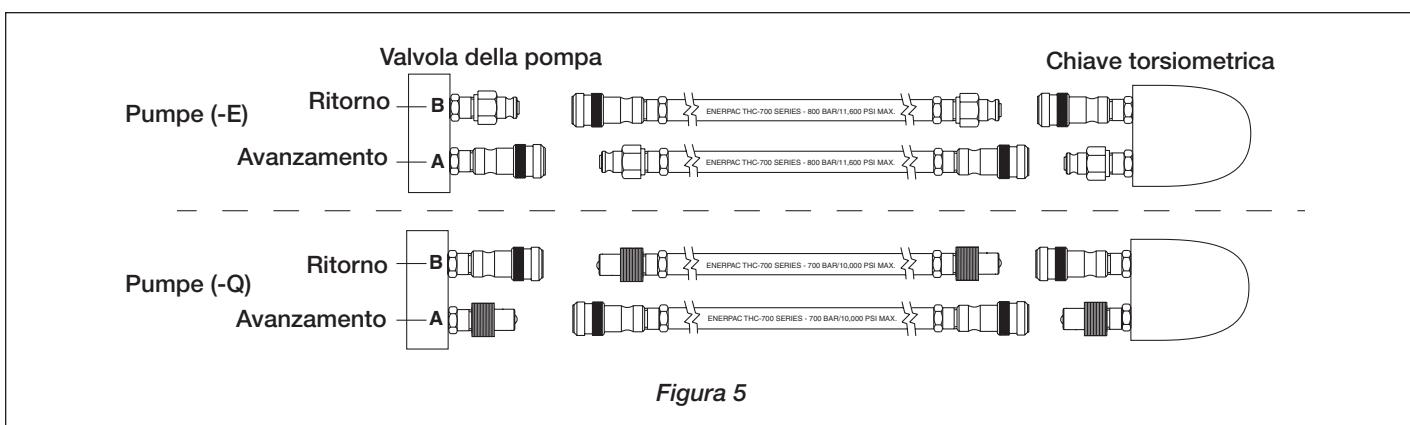

Figura 5
Collegare i tubi flessibili come mostrato in Figura 5
2. Pompa tipo (-Q) per le chiavi torsiometriche Enerpac S e W ed altre marche. Usare tubi marcati "Enerpac THQ-700 series-700 bar/10,000 psi max.". I raccordi di accoppiamento debbono essere polarizzati come da Figura 5 per assicurare il corretto funzionamento della chiave. Accertarsi che i raccordi di accoppiamento siano completamente inseriti e stretti prima di iniziare il funzionamento. L'inserimento solo parziale di un raccordo di accoppiamento impedisce il funzionamento corretto della chiave.